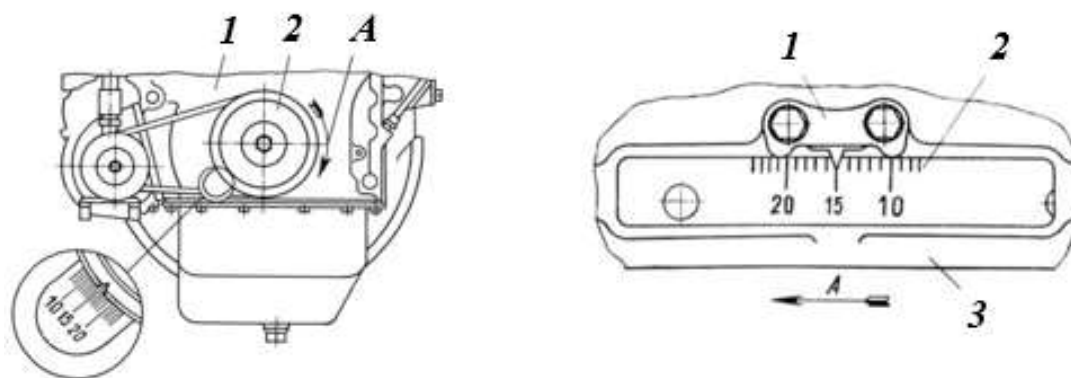

Рисунок 5.13. Установка угла (совмещение рисок)
- Вращать коленчатый вал двигателя по часовой стрелке до совмещения меток на шкиве коленчатого вала и крышке шестерен распределения или на маховике с указателем, соответствующих установочному углу опережения впрыска топлива: риска на шкиве коленчатого вала должна находиться против риски, соответствующей установочному углу 15° на крышке шестерен распределения или риска «15» на маховике должна совпадать с указателем картера маховика см.рис. 5.13.